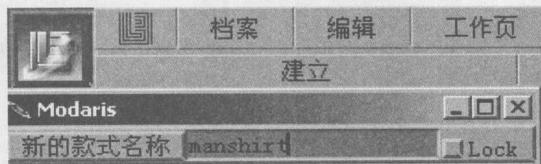

图 1-16
(3) 选【新款式系列】后，系统会弹出【新的款式名称】对话框，等待输入款式文件名，可用款式号、客户名称或编号等作为名称输入，最多不超过 9 个字符，不要使用空格、下画线等，如图 1-16 所示。